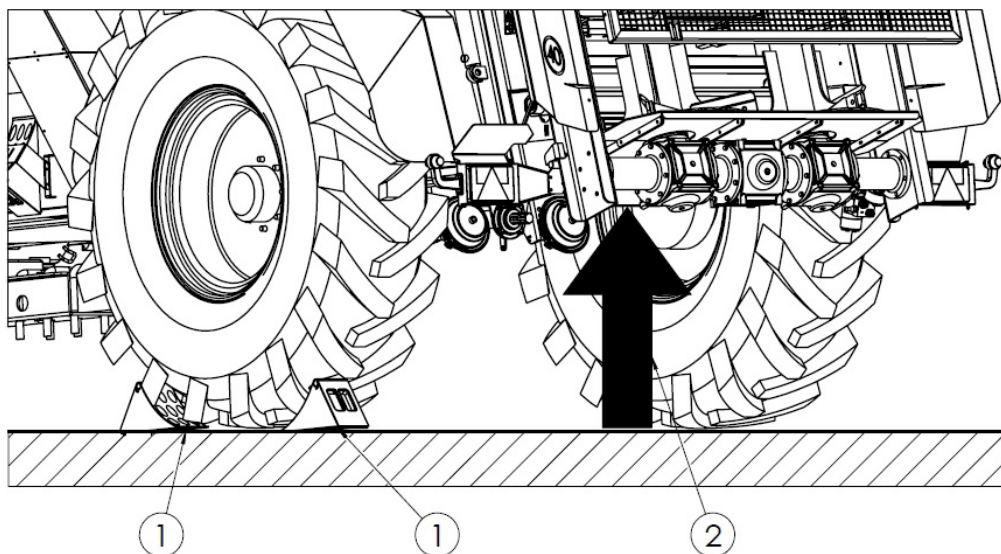

Рисунок 31. Точки установки домкратов:
Если необходимо демонтировать колесо, используйте точки установки домкрата (2) под ось. Место установки домкрата показано на рис. 31. Упоры (1) следует подкладывать только под одно колесо.